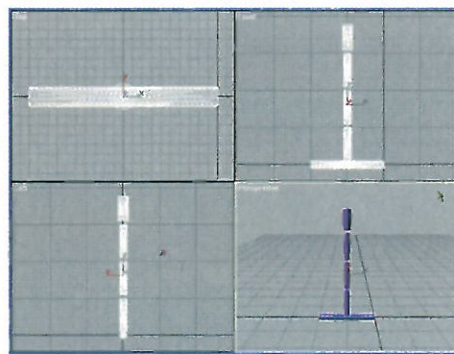

IMAGEN 7. LOS PRIMEROS HUESOS DE NUESTRO FUTURO PERSONAJE JERÁRQUICO.
- Acto seguido, creamos la columna y el cuello con más cilindros. Para la columna usaremos tres cilindros verticales y otro más para el cuello (imagen 7).